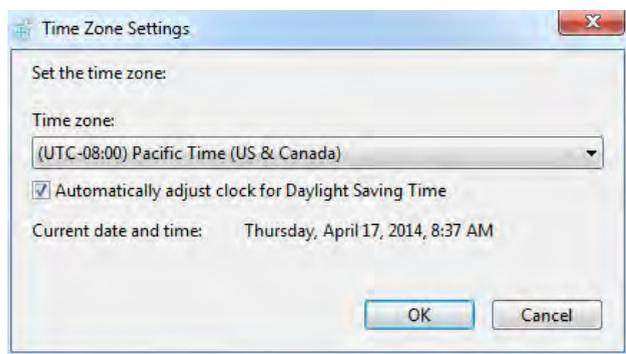

Figure 2-60 Time Zone Settings (Paramètres de fuseau horaire)
7. Dans la boîte de dialogue **Time Zone Settings** (Paramètres de fuseau horaire), cliquer sur votre fuseau horaire actuel dans la liste déroulante, puis cliquer sur **OK**. Voir la figure 2-60.